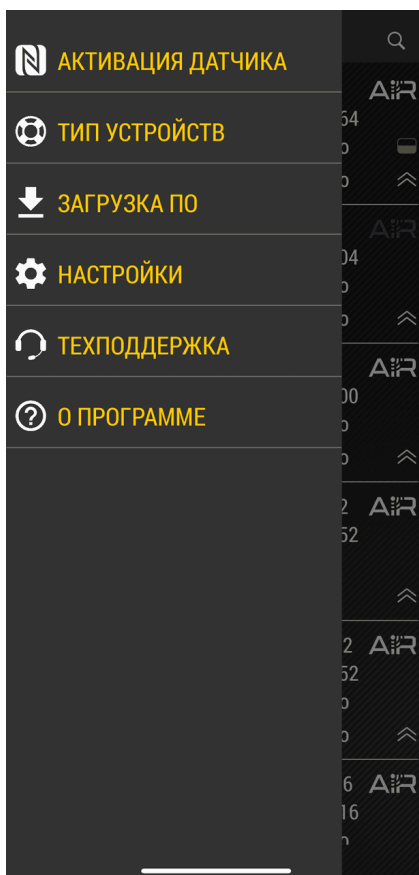

Рис.12. Активация датчика
4. Далее выберите в списке вариант «**Активация датчика**» (**Рис.12**).